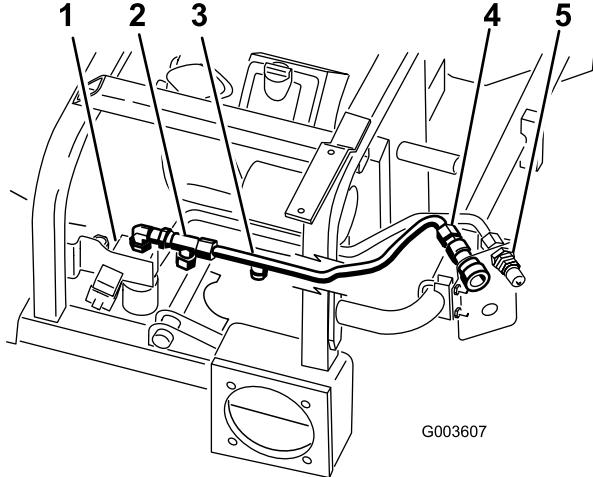

Figura 15
5. Posizionate il tubo idraulico numero 2 sulla macchina come illustrato in Figura 15.
6. Collegate il tubo idraulico numero 2 al raccordo a T collegato al gomito a 90° e alla parte superiore della valvola (Figura 15).
7. Collegate il tubo idraulico numero 2 all'accoppiatore femmina superiore (Figura 15).